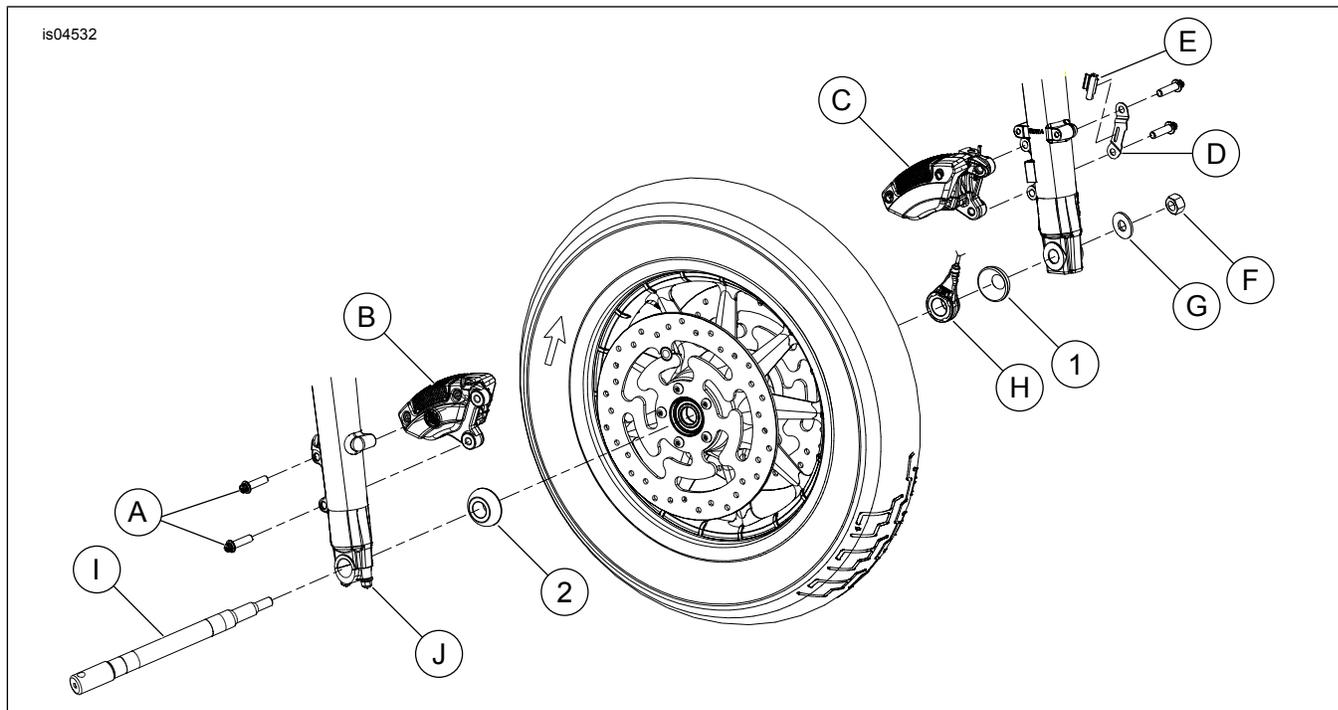

Figura 4. Parti di ricambio: kit distanziale cromato della ruota anteriore
Vedere Figura 4 e Tabella 1.
4. Rimuovere sia il bullone di montaggio superiore sia quello inferiore (2) dagli occhielli dello stelo anteriore sinistro della forcella per staccare il gruppo della pinza del freno, la staffa del filo del sensore (D) e il fermo (E) (vedere Figura 4).
7. Vedere Figura 4 e Tabella 1. Inserire un cacciavite o una barra di acciaio nel foro dell'asse sul lato destro del veicolo. Tenendo fermo l'asse, rimuovere il dado dell'asse (F) e la rondella piatta (G) sul lato sinistro.
8. Allentare i due dadi di fissaggio dell'asse (J) alla base dello stelo della forcella di destra.